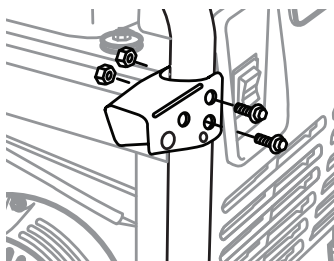

FIGURA 11: Soporte de manija al armazón
1. Sostenga el soporte pivotante de la manilla sobre los orificios del armazón como se muestra en la Figura 11.